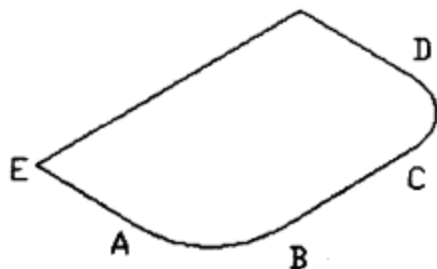

图 1-50 修剪直角
(6) 单击【修改】工具条【修剪】命令按钮 , 剪掉直角如图 1-50 所示。
选择直线 EA、椭圆弧 AB、直线 BC 和椭圆弧 CD, 如图 1-50 所示。